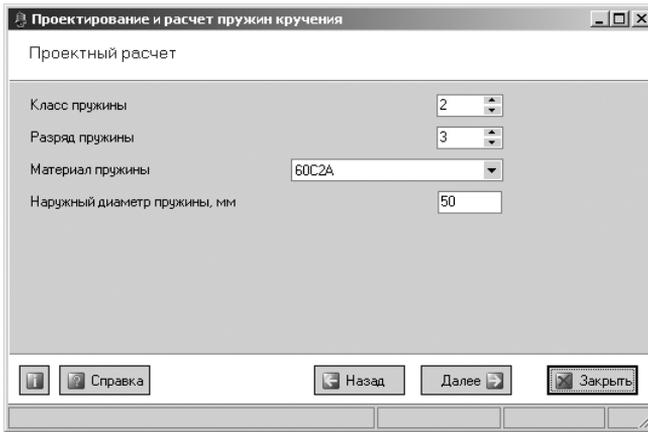

Рис. 4.87. Главное окно системы **Проектирование и расчет пружин кручения**. **Проектный расчет** на первом шагу
- щелкните в главном окне системы **Проектирование и расчет пружин кручения** по кнопке **Проектный расчет**. Появится главное окно системы **Проектирование и расчет пружин кручения. Проектный расчет**, см. рис. 4.87.
нужные вам значения проектируемой пружины, например те, которые представлены на рис. 4.87.
- щелкните в раскрывающемся списке поля **Материал пружин(ы)** (см. рис. 4.87) по пункту **Другой материал**. Правее поля **Материал пружины** появится кнопка  – **Ввод данных по другому материалу**;